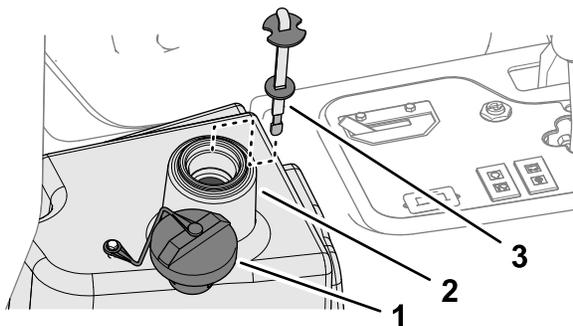

Рисунок 93
4. Залейте в гидравлический бак (Рисунок 93) приблизительно 22,7 литра гидравлической жидкости; см. раздел Характеристики гидравлической жидкости \(страница 67\).